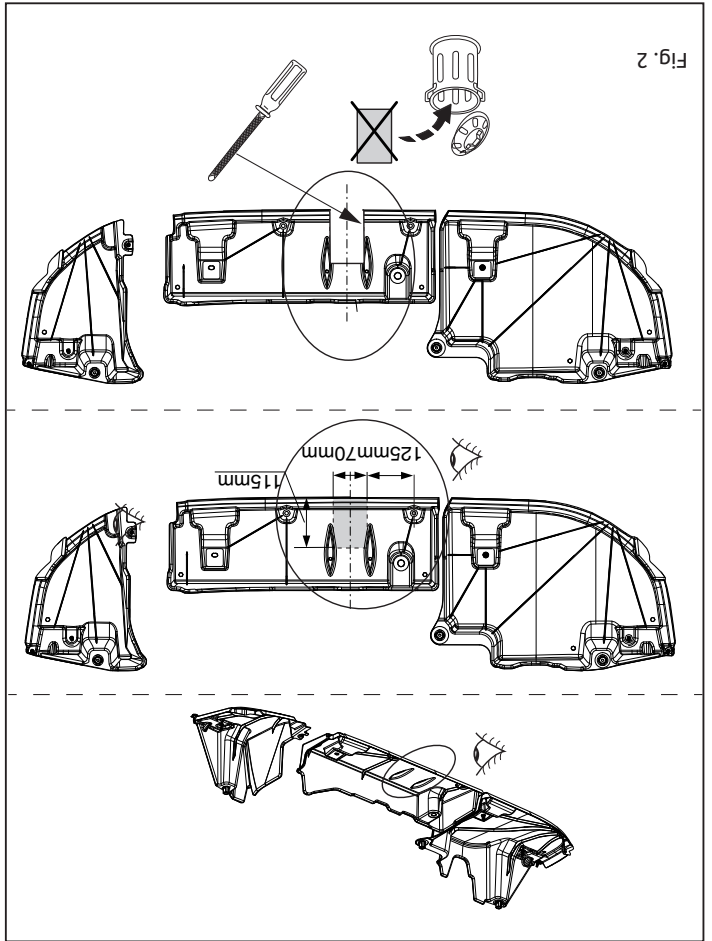

Fig. 2
7. Saw a portion out of the cover plate as shown in figure 2.
- Gemäß Abb. 2 einen Teil aus der Abdeckplatte heraussägen.